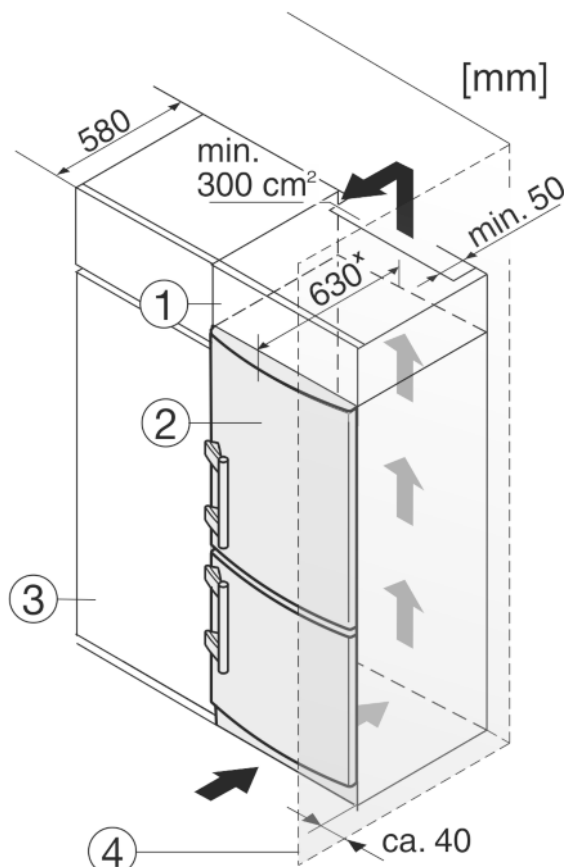

Fig. 8
Пристрій можна комбінувати з кухонними шафами. Для того, щоб пристрій *Fig. 8 (2)* вирівняти по висоті кухонної секції, на пристрій можна встановити антресольну секцію *Fig. 8 (1)*.
У разі комбінування з кухонними шафами (максимальна глибина 580 мм) пристрій можна встановлювати безпосередньо поряд із кухонною шафою *Fig. 8 (3)*. Пристрій виступає збоку на 34 мм\* і посередині на 50 мм\* відносно передньої панелі кухонної шафи.
Якщо пристрій встановлюється поряд зі стінкою *Fig. 8 (4)*, відстань між пристроєм та стінкою повинна бути не менше 40 мм. Це відповідає необхідній відстані для ручки після відкривання дверцят.